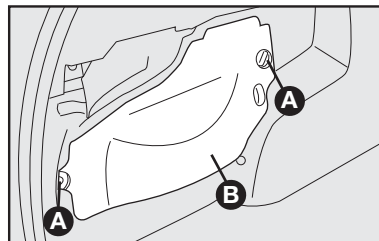

fig. 28
16) Recolocar a tampa B-fig. 28, apertando os parafusos A;